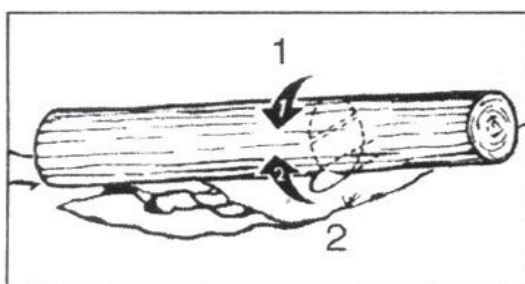

Рис.9
3. Заготовка, поддерживаемая с обоих концов: сначала отрежьте 1/3 диаметра бревна сверху, чтобы предотвратить его расщепление. Во-вторых, подрежьте бревно снизу на встречку первому пропилу, избегая защемления (рис. 9).